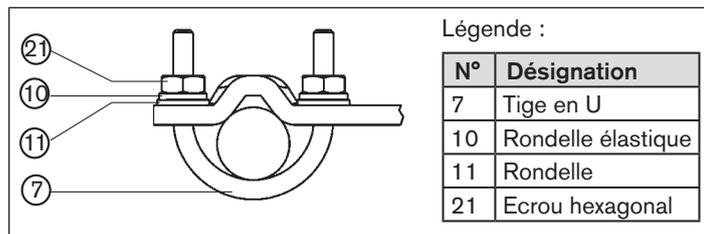

Fig. 10 : Fixer le type 8792/8793 avec l'équerre de montage pour les actionneurs avec portique
- Fixer l'équerre de montage avec les tiges en U (7), les rondelles (11), les rondelles élastiques (10) et les écrous hexagonaux (21) sur le portique (voir « Fig. 10 »).